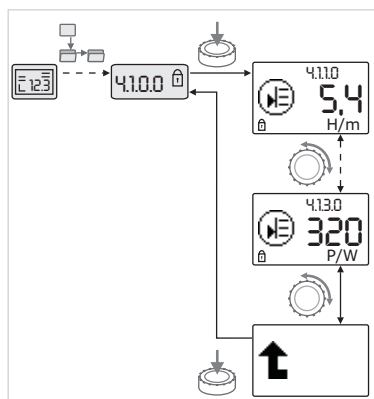

Fig. 43: Wywoływanie informacji
- Poprzez obracanie pokrętki wybierać elementy menu typu „Informacja” w aktualnych podmenu (patrz Fig. 43). Objaśnienia symboli odpowiadających poszczególnym ustawieniom – patrz tabela w rozdziale 8.7 „Przegląd elementów menu” na stronie 158.